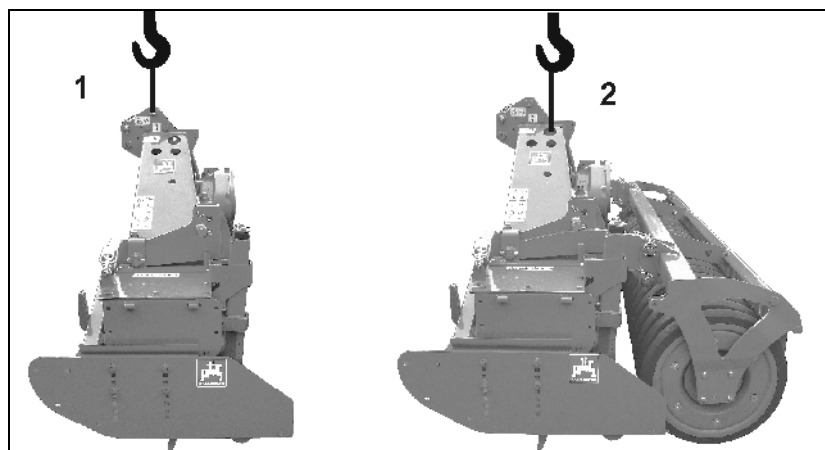

Bild 4
- **KX utan vält** lyfts vid lastning med hjälp av en lyftkrok enligt Bild 4/1
- **KX med vält** lyfts vid lastning med hjälp av en lyftkrok enligt Bild 4/2